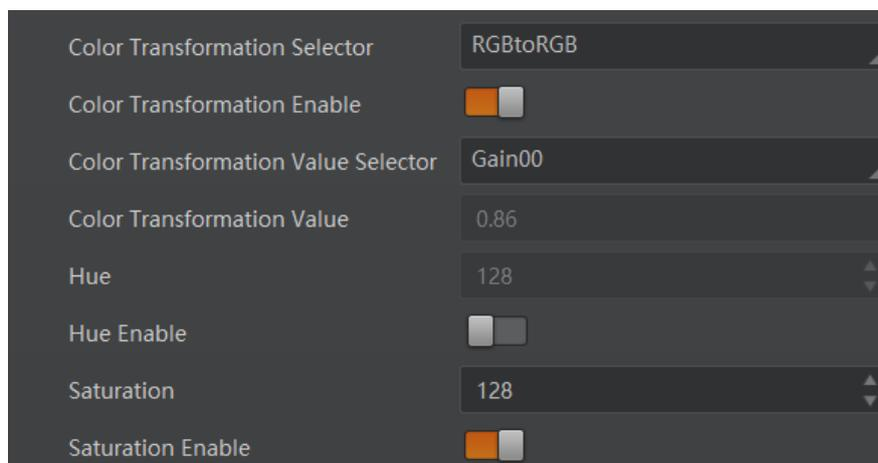

图11-10 调节饱和度
4. 在 *Saturation* 参数中输入需要设置的数值，如图 11-10 所示。